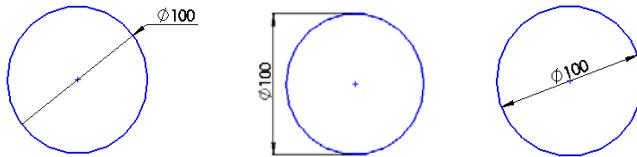

图 2-89 圆尺寸的标注形式图示
- 圆尺寸标注比较简单，标注方式为：执行标注命令，直接选取圆上任意点，然后拖出尺寸到要放置的位置单击，在“修改”对话框中输入要修改的直径数值。单击对话框中的“确定”图标按钮 ，即可完成圆尺寸标注。根据尺寸位置不同，通常圆分为 3 种标注方式，如图 2-89 所示。